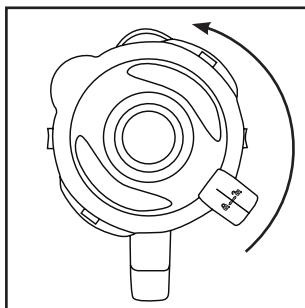

Fig. 1
- 2) Retirez le couvercle **2** en le tournant dans le sens anti-horaire en direction de la position ↖ (voir fig. 1), jusqu'à pouvoir le retirer par le haut.